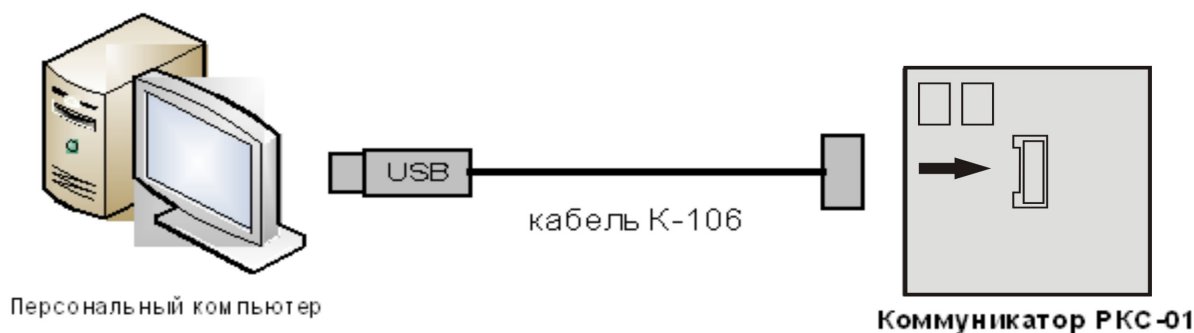

Рисунок 3: Подключение коммуникатора РКС для настройки параметров.
2. Подключите кабель К-106 к свободному USB-порту компьютера (см. рис. 3). Начнётся установка ПО с помощью «Мастера обновления оборудования».